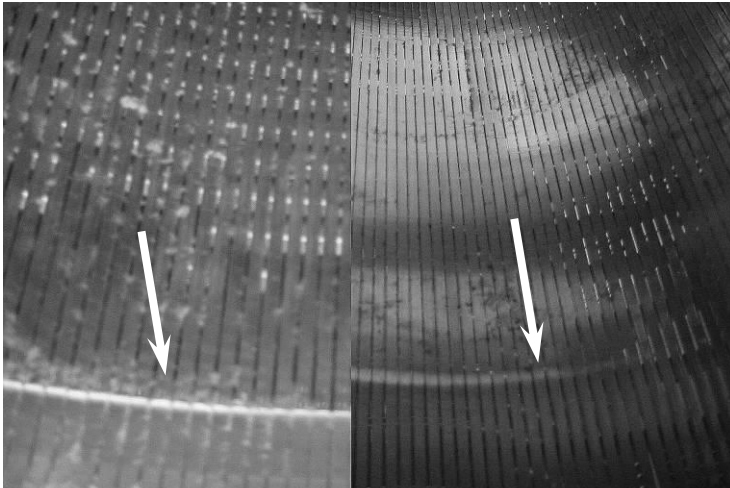

Abb.13-11 : Verschleiß im Sieb durch verspanntes Sieb (links)
Der Verschleiß des Siebes tritt hauptsächlich in dem Bereich auf, wo die Schneckenflügel im Sieb enden, d.h. Im Übergang zum Pressbereich des Separators. Zeigt sich in diesem Bereich ein scharfkantiger Übergang (Abb. 13-11 links), wurde das Sieb nach der voraus gegangenen Inspektion nicht wieder korrekt eingebaut. Durch die mangelnde Schwimmfähigkeit wurde das Sieb beschädigt.
**Beauftragen Sie nie einen anderen Fertiger, für Sie die Schnecke wieder aufzuarbeiten, da bei unkorrekter Ausführung und Nichtbeachtung der erforderlichen Toleranzen das Sieb zerstört werden kann und damit jegliche Garantieansprüche entfallen. (siehe Abb.13-11 Siebverschleiß)**